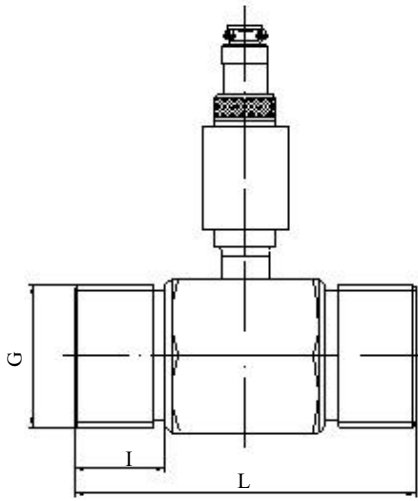

图 4-1 DN2~25(公称压力 PN6.3MPa)外形
a)、公称通径 DN2~25 的涡轮流量传感器(公称压力 PN6.3MPa 见图 4-1, 表 4-1)